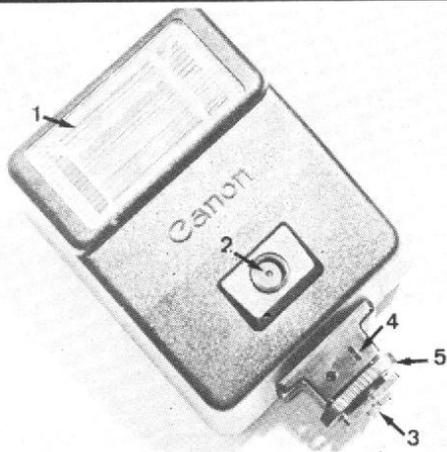

Fig. 32
Sur la photographie de la figure 32, on peut voir le diffuseur (1) placé devant le tube, et légèrement teinté en vert pour garantir une température de couleur identique à celle de la lumière du jour. La cellule du calculateur est placée derrière la fenêtre (2). Les contacts (3) assurent les liaisons avec le Canon AE1 par l'intermédiaire de la griffe, tandis que dans le cas de l'emploi d'un cordon, il faut utiliser les contacts (4). Dans ce cas, le flash n'est plus asservi électroniquement à l'appareil. Enfin, l'écrou (5) sert à bloquer le Speedlight 155 A sur la griffe du Canon AE1.